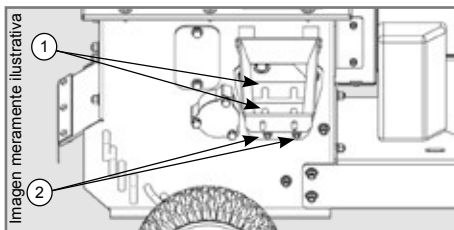

Figura 12
Las cuñas (1) pueden ser utilizadas por separado o en conjunto, retirando el embudo de entrada lateral y aflojando ligeramente las tuercas (2) de la contracuchilla y introduciéndolas entre el cuerpo y la contracuchilla, de acuerdo con la dirección indicada en el dibujo a continuación, en la Figura 12.